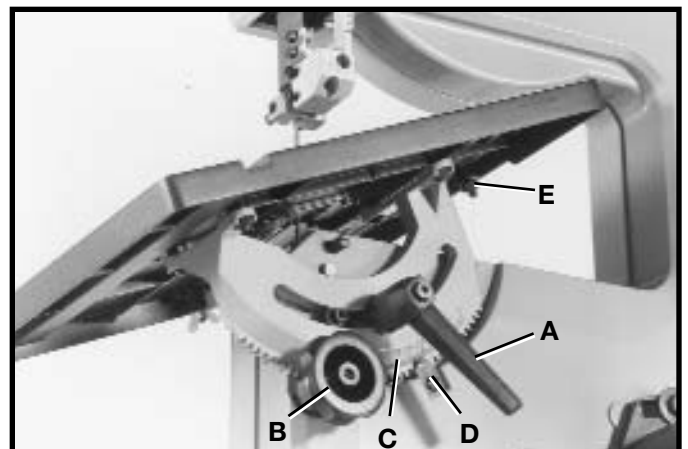
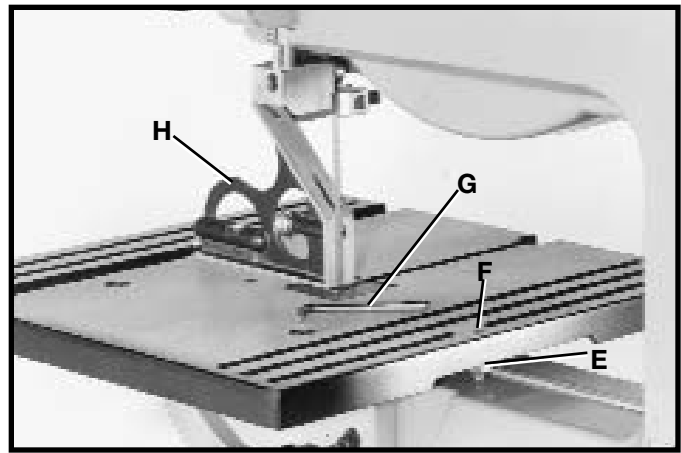
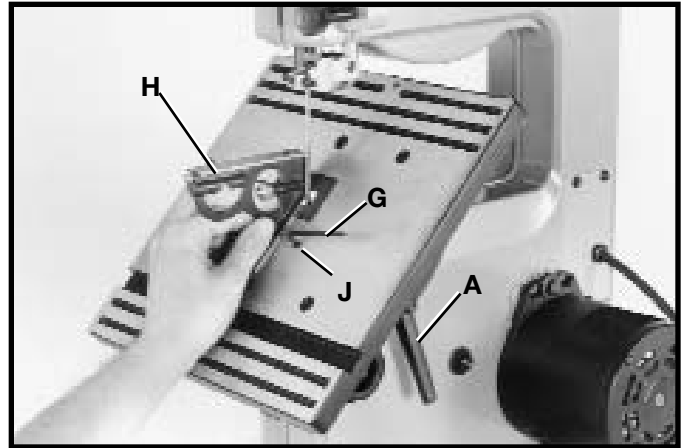

Fig. 26
Fig. 27
Fig. 28
La table peut être inclinée de 45 degrés vers la droite. Pour incliner la table, desserrer la poignée de verrouillage (A) fig. 26, et tourner le bouton (B) en sens horaire jusqu'à atteinte de l'angle souhaité. Puis resserrer la poignée de verrouillage (A). **REMARQUE :** La poignée de verrouillage de la table (A) se replace en sortant la poignée et en la replaçant sur l'écrou qui se trouve sous le moyeu de la poignée. Une échelle (C) et un pointeur (D) sont fournis pour indiquer l'angle d'inclinaison.
1. Incliner la table à une position de 90 degrés tel qu'illustré à la figure. 27, et resserrer la poignée de verrouillage (A) fig. 28. Placer une équerre (H) fig. 27, sur la table et contre la lame et vérifier si la lame est à 90 degrés sur la surface de la table. S'il faut un réglage, procéder comme suit :
2. Incliner un peu la table tel qu'illustré à la figure 26, pour exposer le contre-écrou (E) fig. 27. Desserrer le contre-écrou et remettre la table à la position de 90°. Avec la poignée de verrouillage (A) fig. 28, desserrée, tourner la vis de réglage (F) fig. 27, en utilisant la clé (G) fournie jusqu'à ce que la lame soit à 90 degrés de la table. Puis resserrer le contre-écrou (E) fig. 27, et la poignée de verrouillage (A) fig. 28.
3. Incliner la table à la position de 45 degrés tel qu'illustré à la figure 28. Placer une équerre (H) sur la table et contre la lame et vérifier si la lame est à 45 degrés sur la surface de la table. Si un réglage s'avère nécessaire, procéder comme suit :
4. Desserrer le contre-écrou sur la vis de réglage (J) fig. 28, qui se trouve sous la table. Avec la poignée de verrouillage (A) fig. 28 desserrée, tourner la vis de réglage (J) en utilisant la clé (G) fournie jusqu'à ce que la lame soit à 45 degrés de la table. Resserrer alors la poignée de verrouillage (A) et le contre-écrou sur la vis de réglage (J).